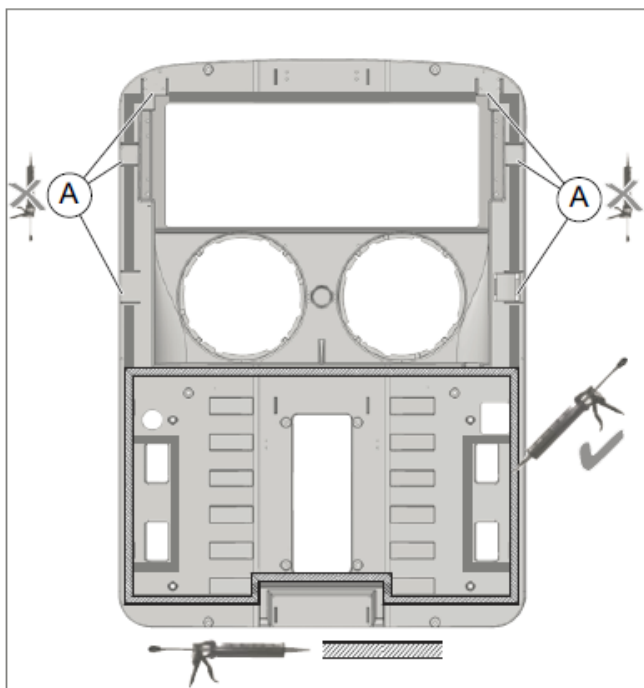

Рис. 09: Нанесение герметика при радиусе крыши 5,200 мм
- ▶ Герметик нанести на полоску уплотнителя, см. рис. 09.